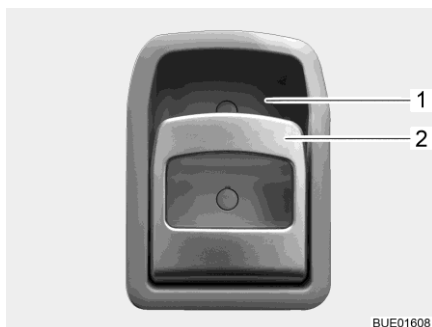

Bild 51 Türschloss (Eingangstür innen)
- Öffnen:** ■ Am Griff (Bild 51,2) ziehen. Das Türschloss wird entriegelt bzw. geöffnet.
- Verriegeln:** ■ Griff (Bild 51,2) oben in Richtung Griffschale (Bild 51,1) drücken. Das Türschloss wird verriegelt.